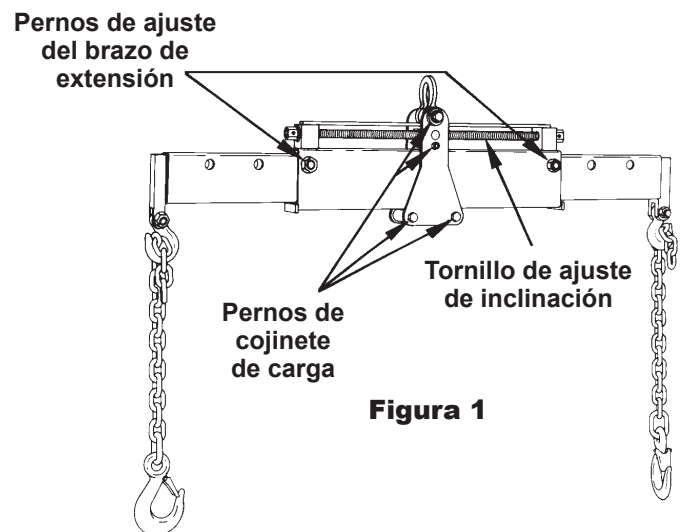

Figura 1
1. Limpie y lubrique regularmente el tornillo de ajuste de inclinación. Consulte la Figura 1.
2. Mantenga afianzados de manera segura los cuatro pernos de los cojinetes de carga. Consulte la Figura 1.
3. Verifique que los pernos que sostienen los brazos de extensión estén afianzados de manera segura. Consulte la Figura 1.